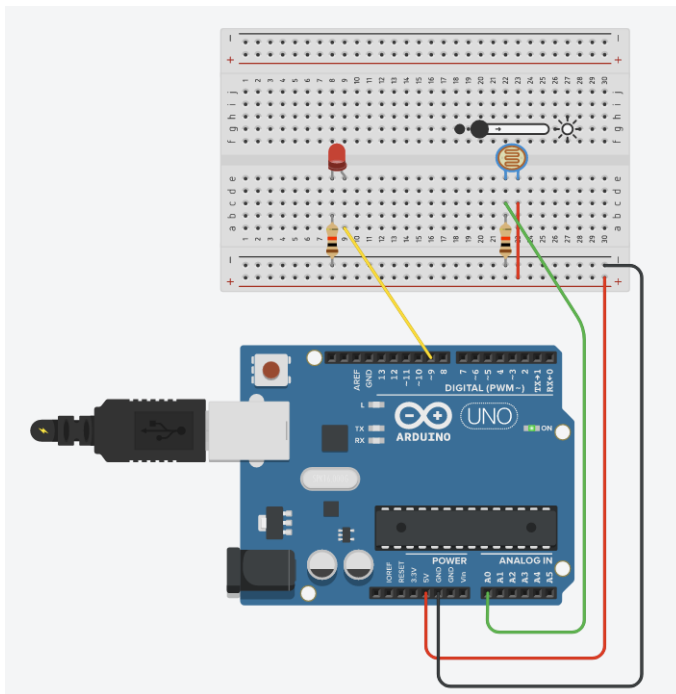
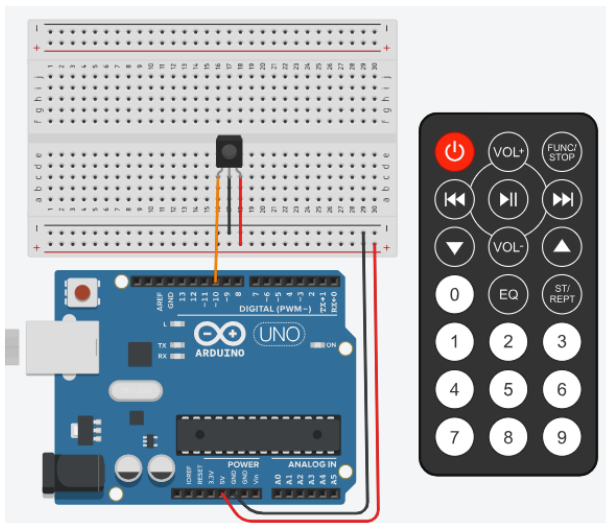

Рисунок 4.2 – Схема плати з фоторезистором
Рисунок 4.3 – Схема підключення ІЧ-датчика
Розглянемо приклад використання фоторезистора. На платі (рис. 4.2) розташований сам датчик. Для того, щоб працювати з фоторезистором у режимі симуляції в середовищі Tinkercad, необхідно натиснути на фоторезистор та на шкалі, що з'явилася, змінювати положення бігунка.
Розглянемо приклад використання ІЧ-датчика. ІЧ-датчик розташований на схемі (рис. 4.3). Щоб працювати з ІЧ-датчиком у режимі симуляції в середовищі Tinkercad, також потрібен ІЧ-пульт.
4.3.1 Створити схему, як зображено на рис. 4.2 та рис.4.3, додати код та дослідити роботу.